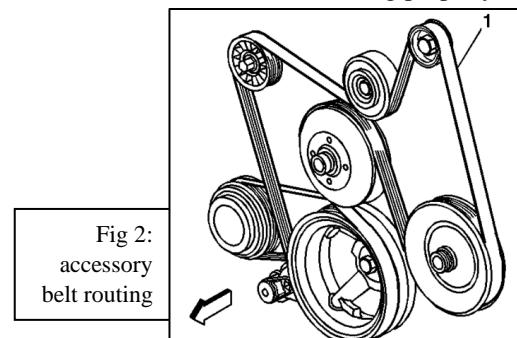

Fig 2:
11. Rotate the accessory drive tensioner clockwise, reinstall the belt (Fig 2).
11. Faites tourner le tendeur d'entraînement des accessoires dans le sens des aiguilles d'une montre, réinstallez la courroie (Fig 2).
11. Gire el tensor de la transmisión accesorio en el sentido de las agujas del reloj y vuelva a instalar la correa (Fig. 2).